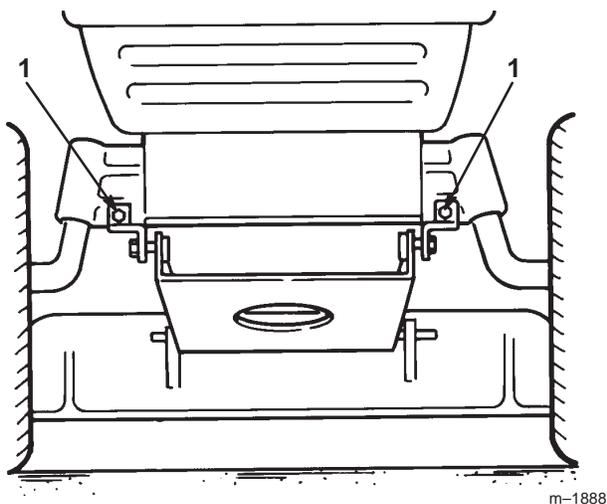

Bild 39
7. Entfernen Sie die Schrauben und Sicherungsmuttern und ziehen die beiden Schwenkbügel des Schneidwerks von der Vorderachse herunter (Bild 39).